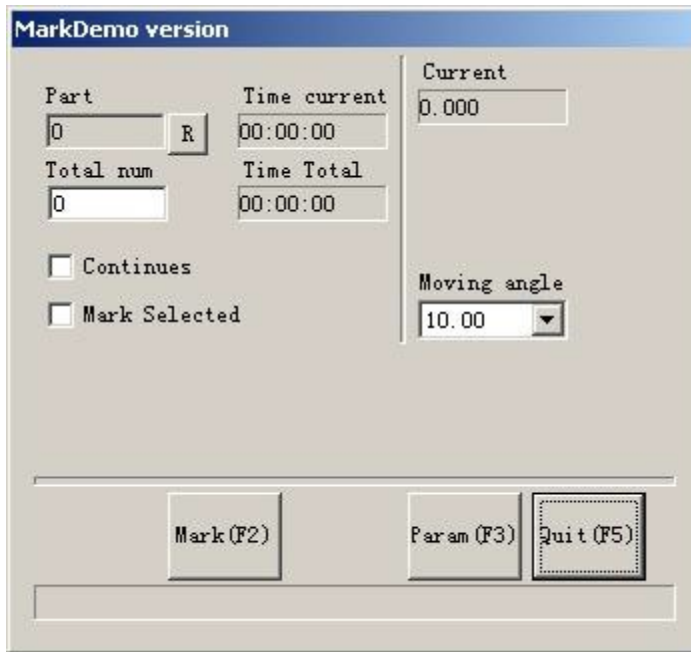

Figura 8-5-4 Caixa de diálogo da marcação rotativa
Passo 4: Clique no item do menu **Marcação rotativa**. A caixa de diálogo conforme mostrada na Figura 8-5-4 abaixo irá aparecer.